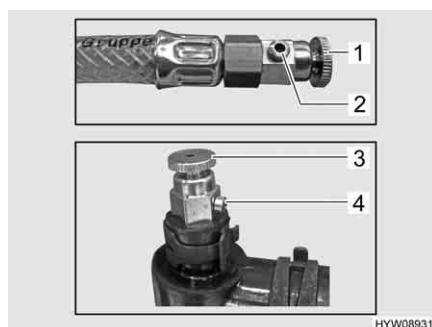

Fig. 193 Valvole di sfiato (riscaldamento ad acqua calda)
- Aprire la valvola di sfiato (Fig. 193,1 o 3) e lasciarla aperta finché non esce più aria dall'apertura della valvola (Fig. 193,2 o 4).